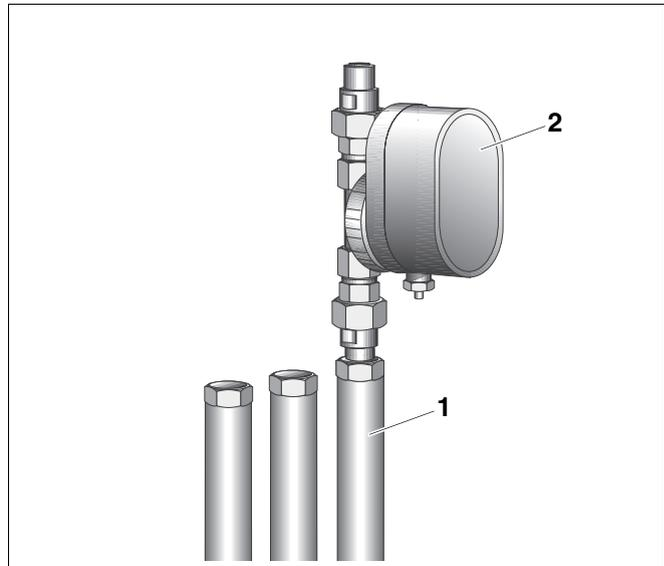

Bild 37 Zirkulationspumpe montieren
- Zirkulationspumpe (Bild 37, **Pos. 2**) mit Reduzierstück G $\frac{3}{4}$ x Rp $\frac{1}{2}$ und Dichtung an das Zirkulationsrohr (Bild 37, **Pos. 1**) schrauben. Auf Dichtung und Fließrichtung achten!